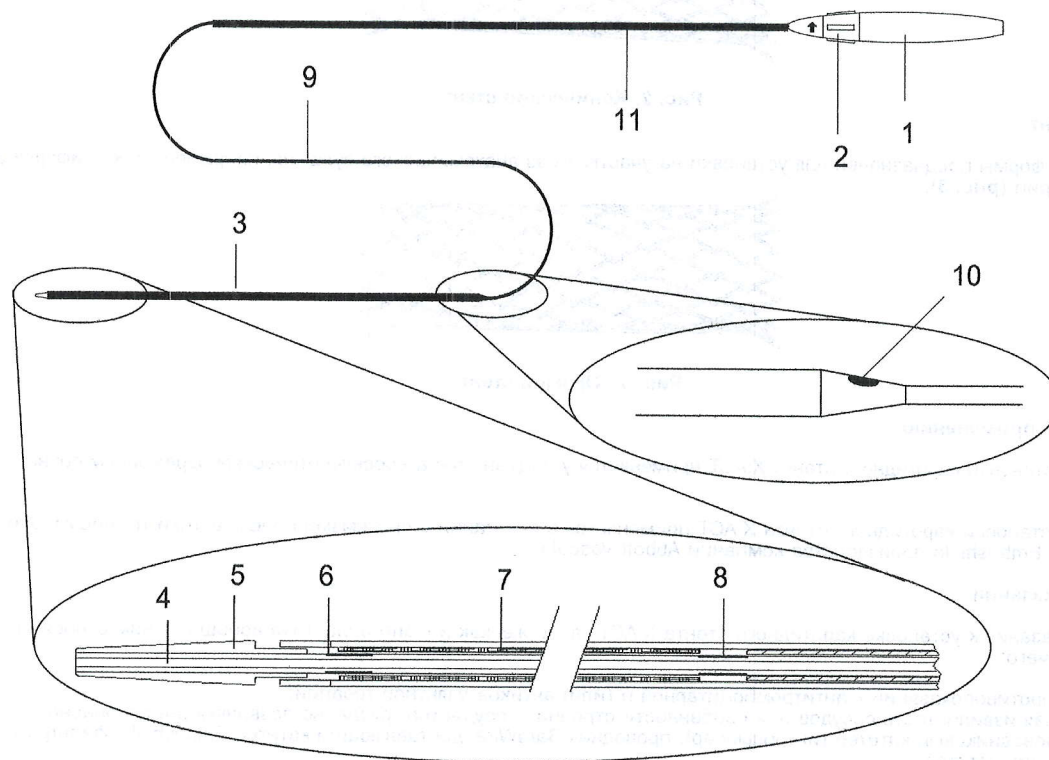

Рис. 1. Набор для установки каротидного стента X.ACT
Набор для установки каротидного стента X.ACT состоит из монорельсовой системы доставки и самораскрывающегося нитинолового стента, предназначенного для использования при внутрисосудистых вмешательствах на сонных артериях. Наружный диаметр катетера монорельсовой системы доставки составляет 5,7 F. Стенты выпускаются различных размеров, прямой и конической формы. При высвобождении стент самопроизвольно расширяется в просвете сосуда, растягивая сосудистую стенку. Монорельсовая система доставки (рис. 1) состоит из катетера (9), стабилизатора (11), кончика катетера (5), наружного дистального чехла (3) и ручки (1) с колесиком высвобождения стента (2). Стент X.ACT (7) располагается между проксимальной рентгеноконтрастной меткой (8) и дистальной рентгеноконтрастной меткой (6).
- 1.5 Вставьте шприц объемом 3 мл, наполненный физиологическим раствором, в наконечник для промывания и вводите раствор до тех пор, пока он не появится из промежутка между кончиком катетера и наружным чехлом, а также из отверстия для выхода проводника (рис. 1, № 10).